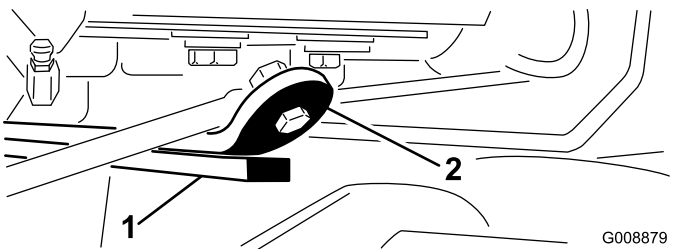

Bild 28
3. Lassen Sie den Motor an, heben die Hubarme an und prüfen, ob der Abstand zwischen der Abnutzungsleiste an der Oberseite des Heckmähwerks und des Stoßstangenstreifens zwischen 0,51-2,54 mm liegt, wie in Bild 28 dargestellt.